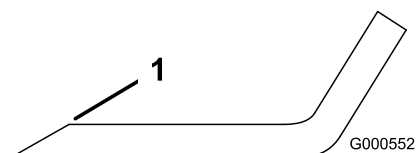

Figure 92
1. Au moyen d'une lime, aiguissez les tranchants aux deux extrémités de la lame (Figure 92).
Remarque: Si la lame est déséquilibrée, limez un peu l'extrémité de l'ailette seulement (Figure 92).